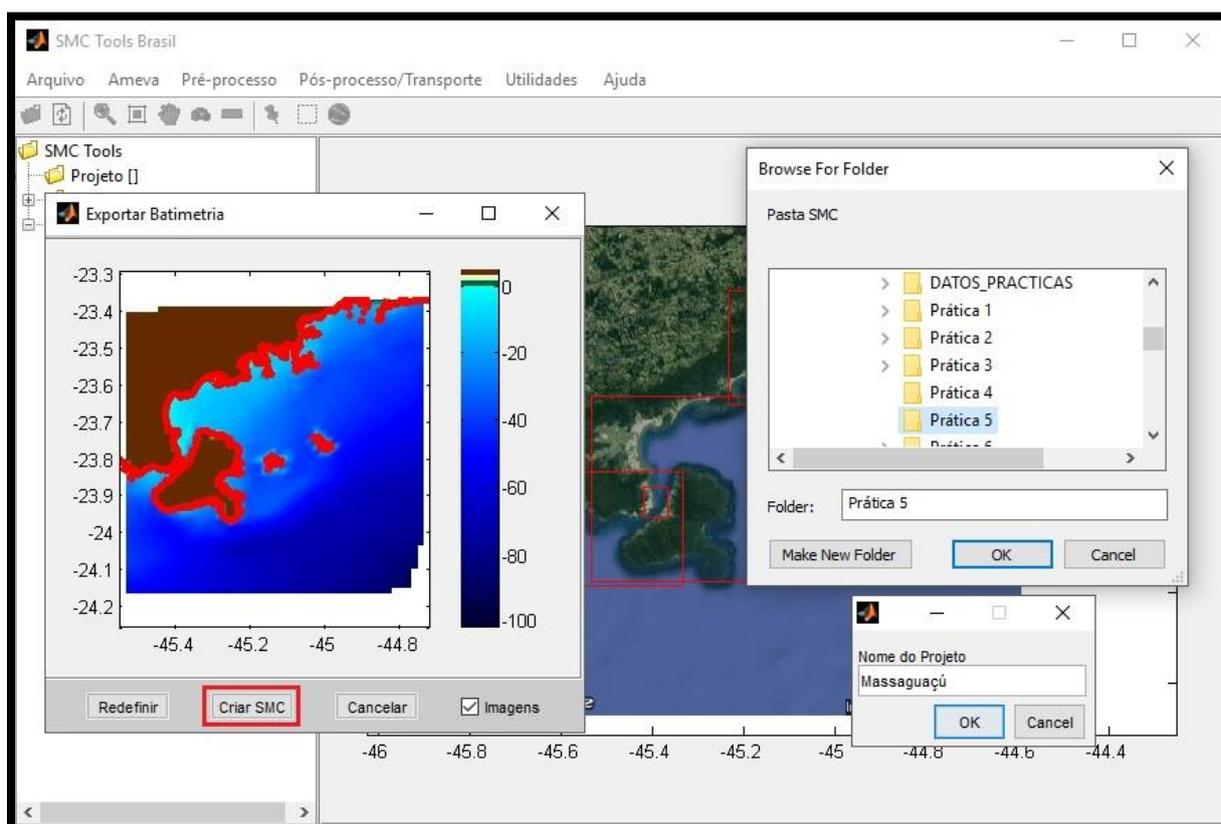

Figura 14 – Criar projeto no SMC.
- 8) Na janela “Exportar Batimetria” selecionar a opção “Criar SMC” (Figura 14). Desta maneira, o programa redireciona ao módulo BACO, que inclui os pontos batimétricos digitalizados das cartas náuticas (polígonos), as linhas de costas (arquivos de contorno - mar-terra - do tipo [.bln]) e os arquivos das imagens das cartas náuticas em formato [.png]. Todas essas informações são transferidas ao SMC 3.0;